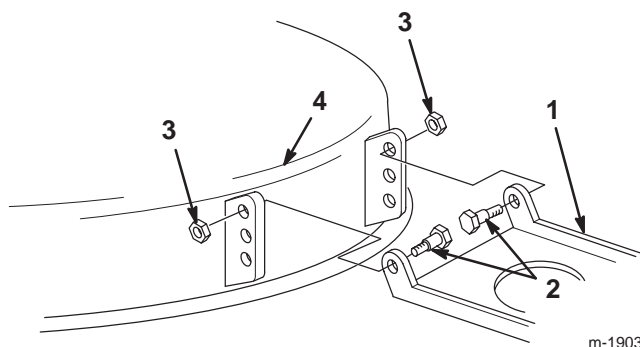

Bild 49
18. Bewegen Sie, wenn sich die 6- bis 16-mm-Neigung nach vorne nicht durch Drehen der Neigungseinstellmutter herbeiführen lässt, die Mähwerkbefestigungshalterung am Mähwerk (Bild 49).
19. Entfernen Sie die Ansatzschrauben und Sicherungsmuttern vom Mähwerk (Bild 49).
20. Verlegen Sie das Mähwerkgelenk ein Loch tiefer und installieren Sie die Ansatzschrauben und Sicherungsmuttern (Bild 49).